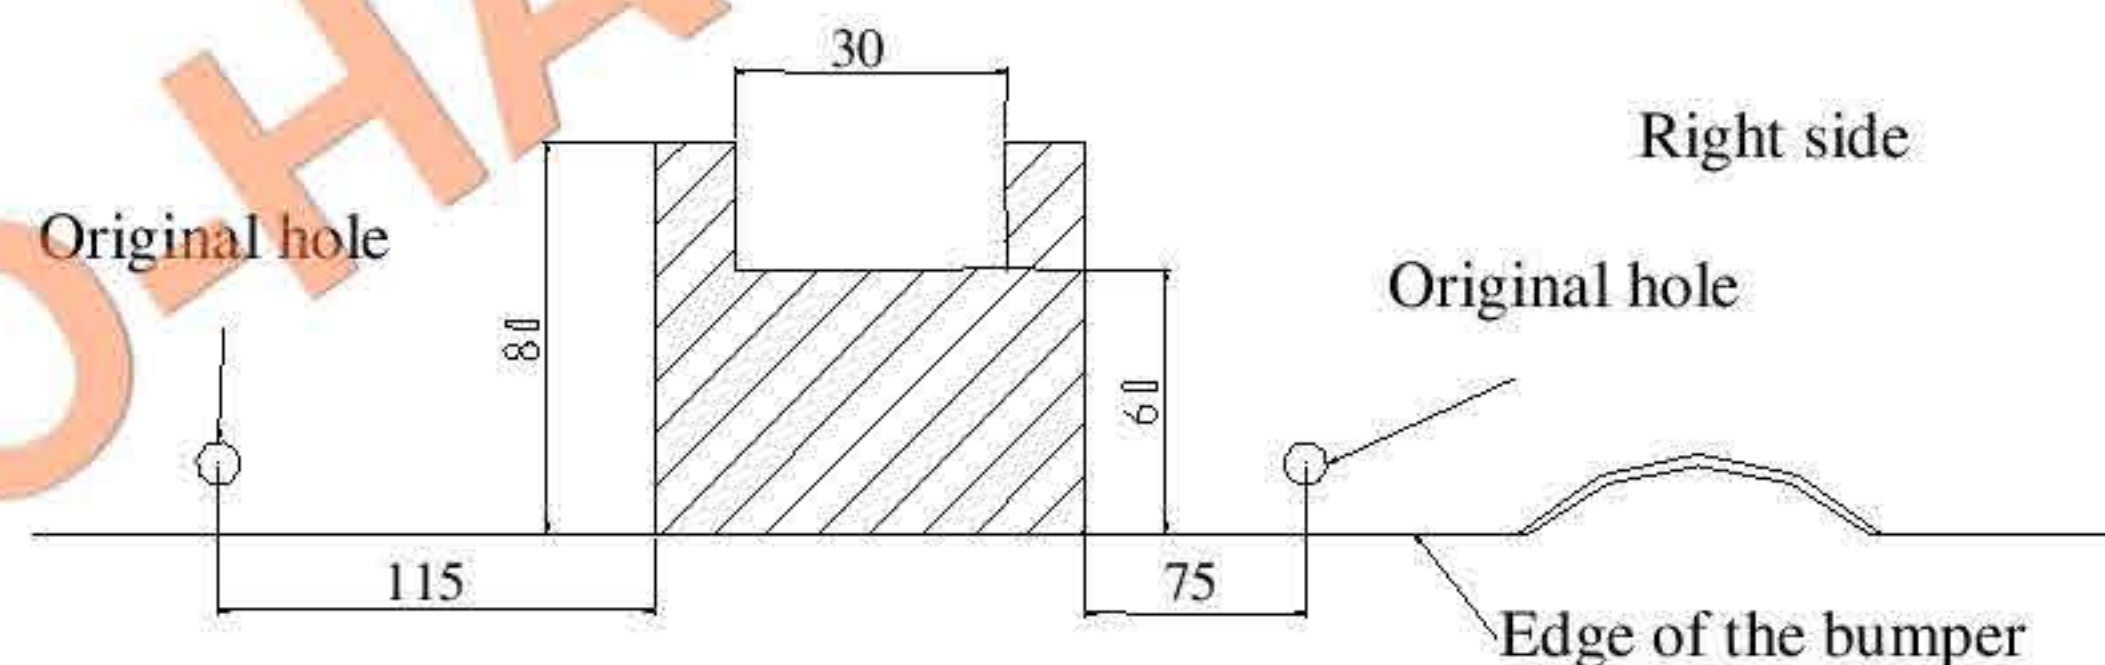

Fig.2
5. Reasambla de Eșapament Toba de protecție și Bara (CE tăiați Dupa SAU fragmentul) vezi fig. 2